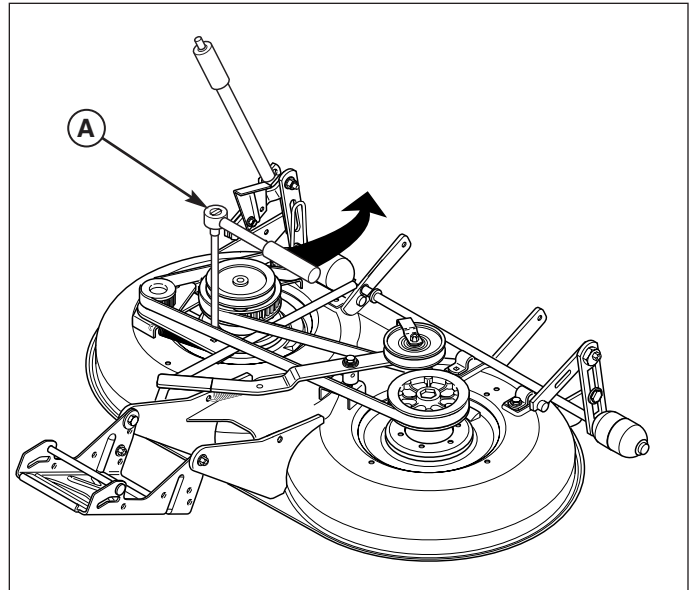

**Figure 67. Tondeuse pour broyage (caches de courroie déposés)**
3. Desserrer la vis à tête du tendeur (A, figure 67).
4. A l'aide d'un clé à cliquet (A, figure 68), insérer l'extrémité de la rallonge dans le trou carré (D, figure 67) et déplacer le tendeur (B, figure 67) pour relâcher la tension de la courroie (C).
5. Retirer la courroie (C).
6. Installer une nouvelle courroie (C) sur les poulies comme l'indique le schéma. Relâcher le tendeur (A) pour permettre au ressort de tendre automatiquement la courroie dentée.
7. Serrer la vis à tête du tendeur (A). Remettre les caches de courroie en place.